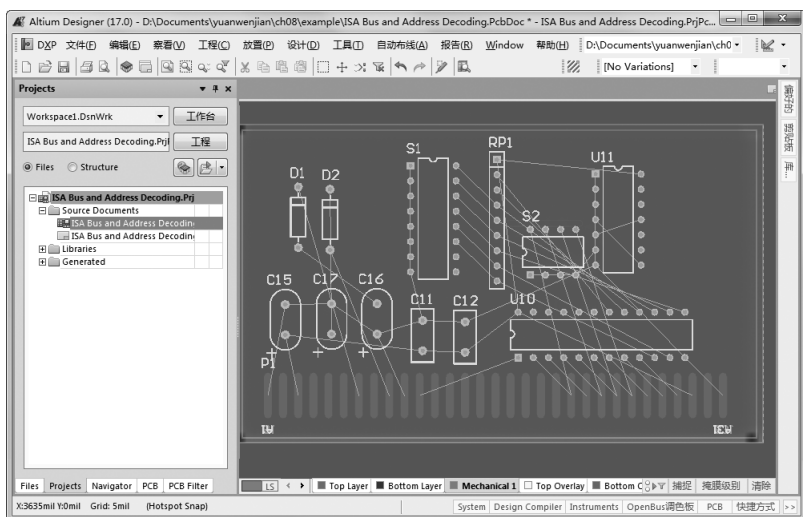

图 8-25 显示密度图
(1) 在 PCB 编辑器中，选择菜单栏中的“工具”→“密度图”命令，系统自动执行对当前 PCB 文件的密度分析，如图 8-25 所示。